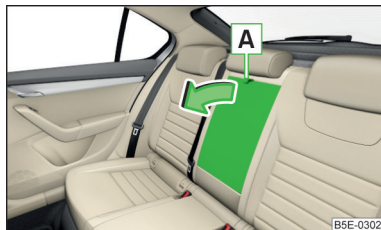

Fig. 79
► Tire del lazo **A** » fig. 79 y abata hacia abajo el apoyabrazos en el sentido de la flecha.
- Abata hacia abajo el apoyabrazos trasero (no hasta el tope) » fig. 79 de la pág. 91.